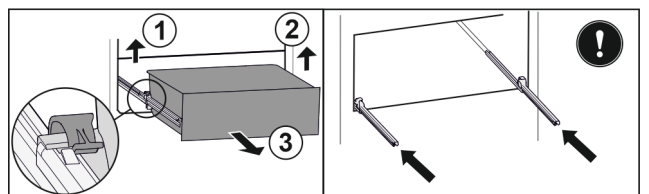

Fig. 131
- Sollevare il morsetto sinistro e allo stesso tempo tirare in avanti il cassetto sinistro. Fig. 131 (1)
- ▶ Sollevare il morsetto destro e allo stesso tempo tirare in avanti il cassetto destro. Fig. 131 (2)
- ▶ Rimuovere il cassetto tirandolo in avanti. Fig. 131 (3)